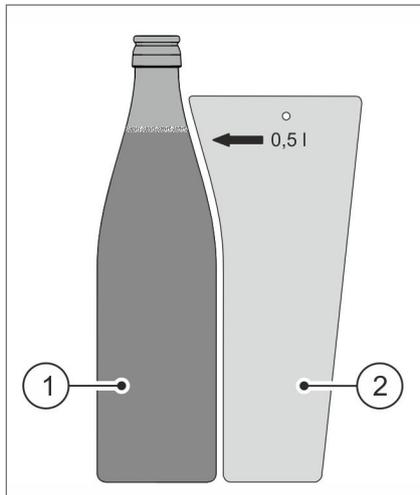

Abb. 38 Füllschablone (Beispiel)
- Füllmenge in den Flaschen Abb. 38 / (1), z. B. mit Hilfe einer selbst hergestellten Füllschablone Abb. 38 / (2), prüfen.